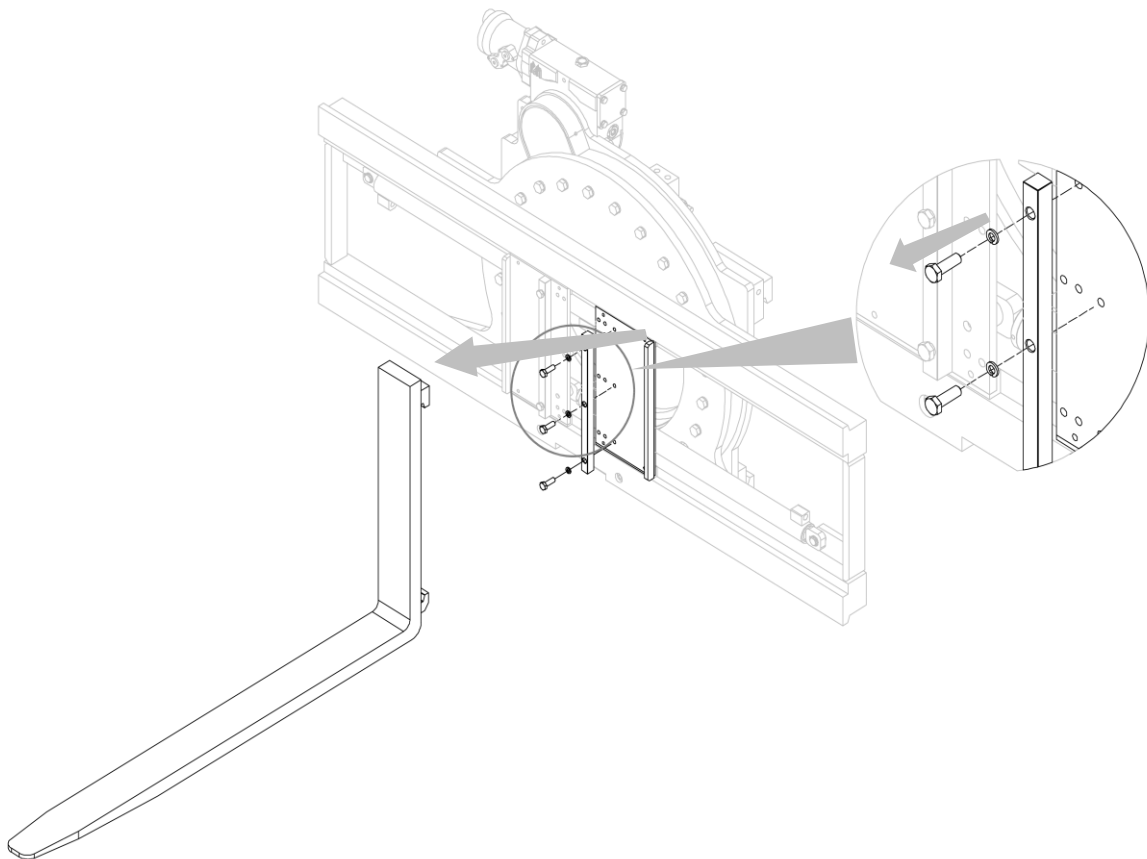

Figura 28
2. Sfilare le forche dopo aver svitato i fermi forca (vedi *Figura 28*);